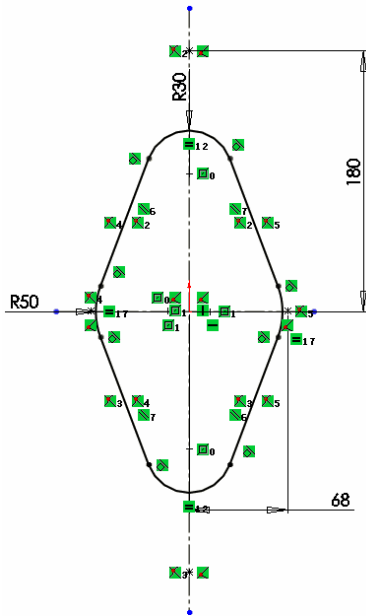

图 4-34 菱形草图
- ⑨ 绘制圆角。仿照步骤 8，完成菱形左右顶点的半径为 50mm 的圆角生成，如图 4-34 所示。